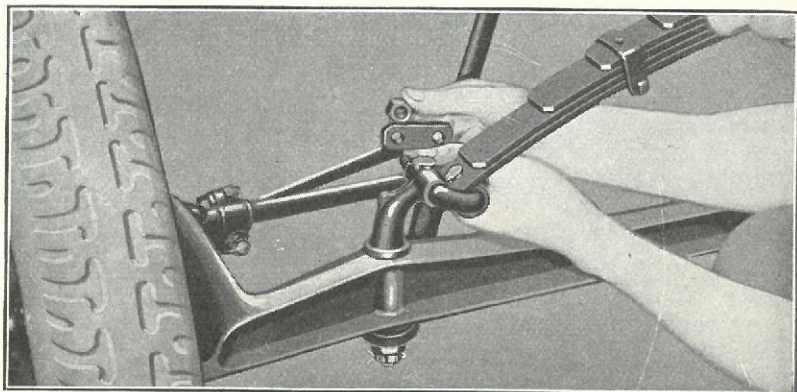

Fig. 376
- 701** Løft Forvognen med Løftkrog og Talje. Skru Møtrikkerne af Fjederhængslerne, fjern Spændestykkerne og træk Hængselboltene ud (Fig. 376).
- 706** Sæt Spændestykkerne og Møtrikkerne paa Hængselboltene, spænd Møtrikkerne godt til (Fig. 376) og sikrer med Splitter.